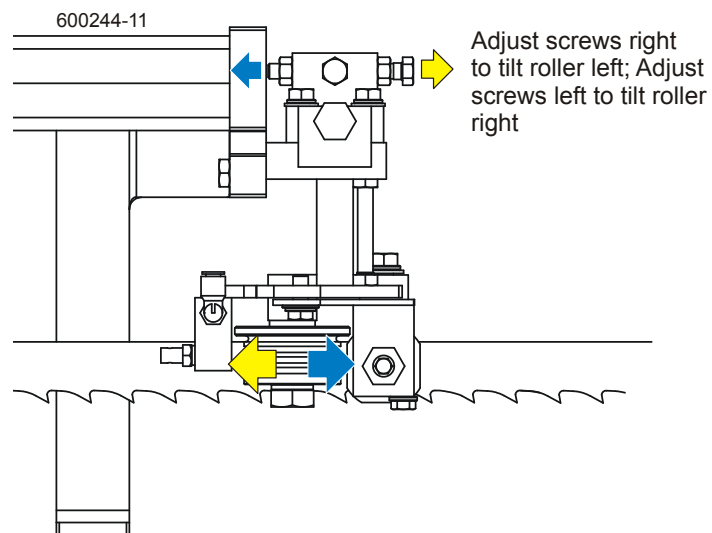

FIG. 7-39
**Voir Figure 7-39.** Desserrez les contre-écrous sur les vis d'ajustement de l'inclinaison horizontale. Pour incliner le galet vers la gauche, desserrez la vis droite et serrez la vis gauche. Pour incliner le galet vers la droite, desserrez la vis gauche et serrez la vis droite. Serrez les contre-écrous et vérifiez de nouveau l'inclinaison de la lame.